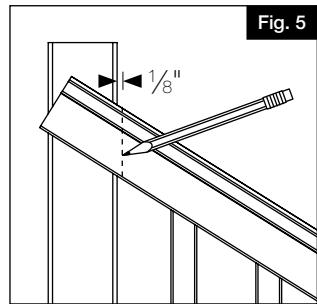

Fig. 5
- b. Trace el poste en cada uno de los travesaños (en ambos extremos de los travesaños superior e inferior). Haga cuatro marcas en total y no olvide marcar $\frac{1}{8}$ " más corto para dejar espacio para la expansión (Fig. 5).